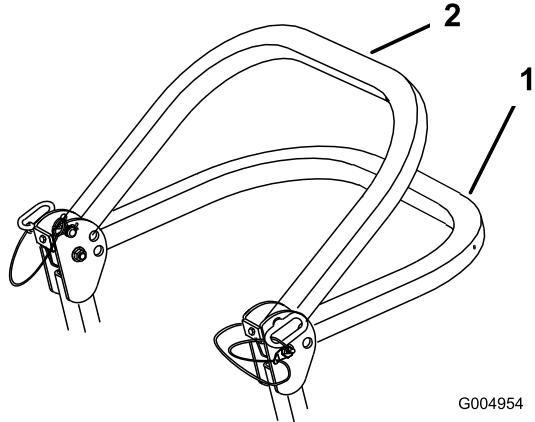

Figura 6
2. Abbassate il roll bar. Il roll bar può essere abbassato in due posizioni; Vedere Figura 6.